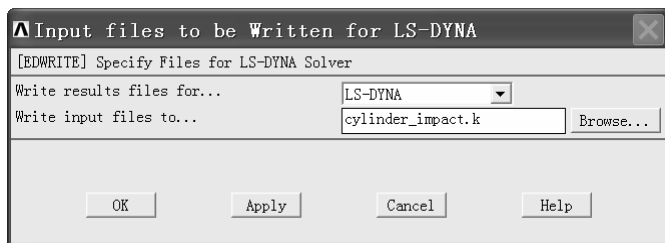

图 3-194 “Input files to be Written for LS-DYNA” 窗口
(3) 在“Write input files to...”窗口中“文件名(N):”后的方框中输入“cylinder\_impact.k”，然后单击“保存”按钮返回到“Input files to be Written for LS-DYNA”窗口（见图 3-194）。